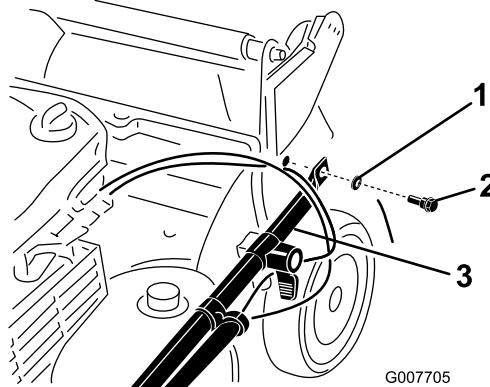

Figura 3
2. Montate le estremità della stegola sulla scocca della macchina con 2 rondelle e 2 bulloni di fissaggio (Figura 3), ma senza serrare i bulloni.